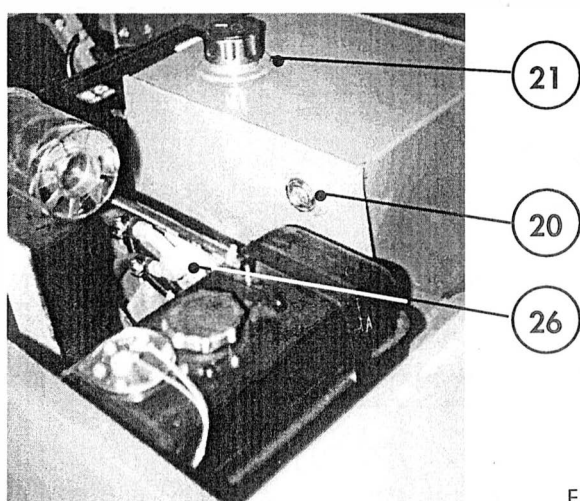

Fig. 9
- 2) Comprobar el nivel de aceite hidráulico mediante el visor (20) Fig. 9, si es necesario, añadir el correspondiente aceite, a través de la boca de llenado (21) Fig. 9.
- 4) Sustituir el elemento filtrante del aceite hidráulico. Este elemento está incorporado en la boca de aspiración (26) Fig. 9.